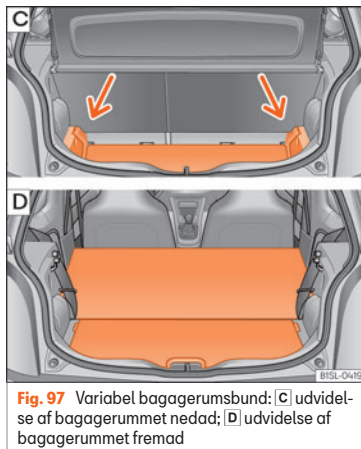

Fig. 97 Variabel bagagerumsbund: **C**) udvidelse af bagagerummet nedad; **D**) udvidelse af bagagerummet fremad
- Løft bagagerumsbunden, og tryk den nedad i skinnen »» Fig. 97 **C**) (pile).
- Placer om nødvendigt bagagerumsbunden i en lavere position »» Fig. 97 **C**).
Bagagerummet er udvidet fremad »» Fig. 97 **D**).